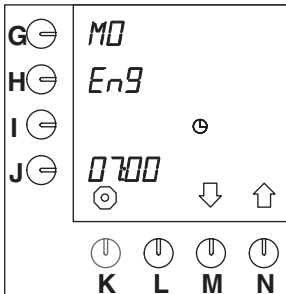

Fig. 41 Språkinställning
- Efter 10 sekunder visas standardinställningen "EnG" blinkande bredvid programmeringstangenten (fig. 41).